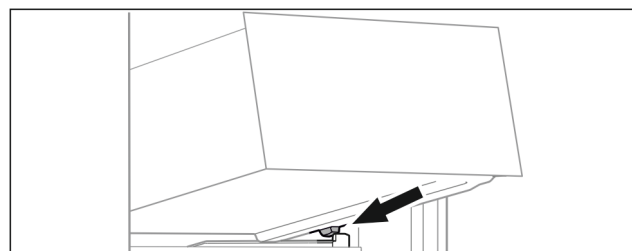

Fig. 22
- ▶ Nasaďte zásuvku šikmo za zarážky na žebrování na nádoby Fig. 22 (1).